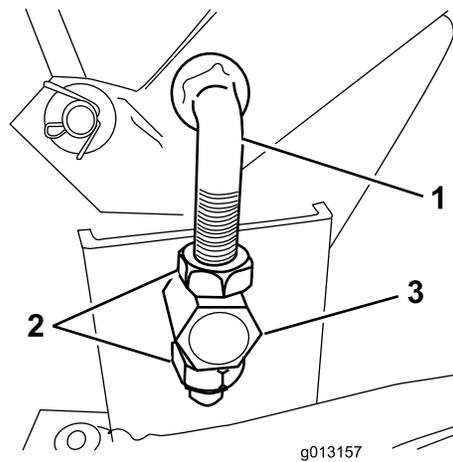
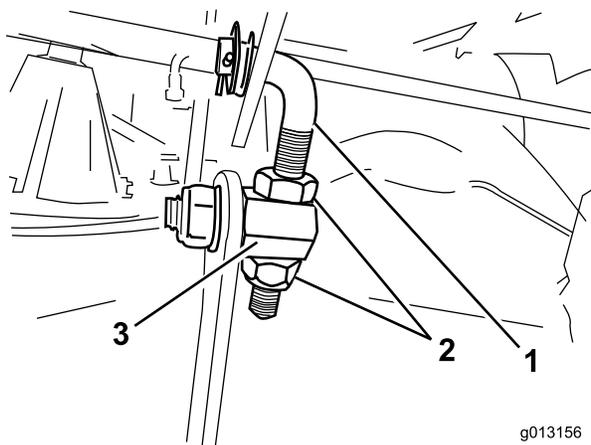

Figura 47
Figura 46
3. Afloje las tuercas de los acoplamientos ajustables delantero y trasero (situados en el lado derecho del cortacésped) hasta que los acoplamientos estén libres para desplazarse dentro de las tuercas de ajuste (Figura 46 y Figura 47).